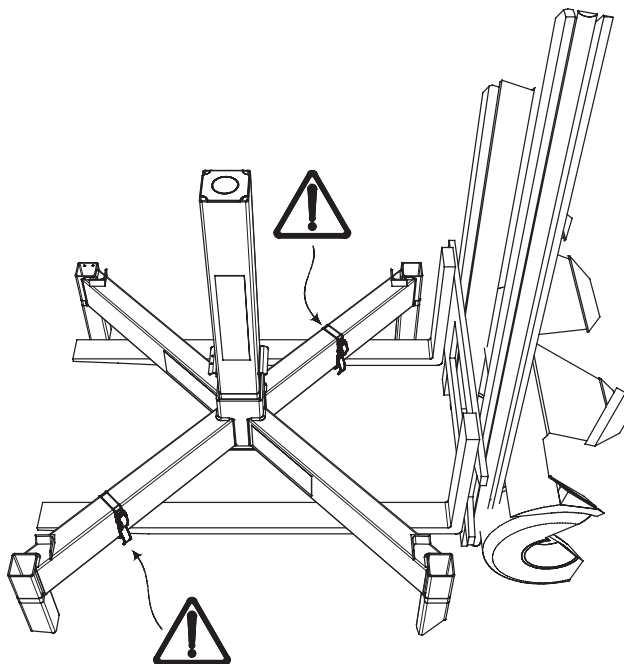

Figure 26. Utilisez les sangles Combisafe fournies pour fixer le cadre supérieur sur les fourches avant de lever l'ensemble.
7. Utilisez un chariot élévateur. Positionnez les fourches sous les tubes horizontaux du cadre supérieur, écarter les fourches au maximum puis, si nécessaire, fixez le cadre supérieur à l'aide des deux sangles Combisafe fournies avant de lever l'ensemble. Les sangles doivent être fixées en diagonale sur chaque fourche pour garantir la sécurité pendant le levage. Voir Figure 26 ci-dessous. N'oubliez pas de serrer fermement les sangles.